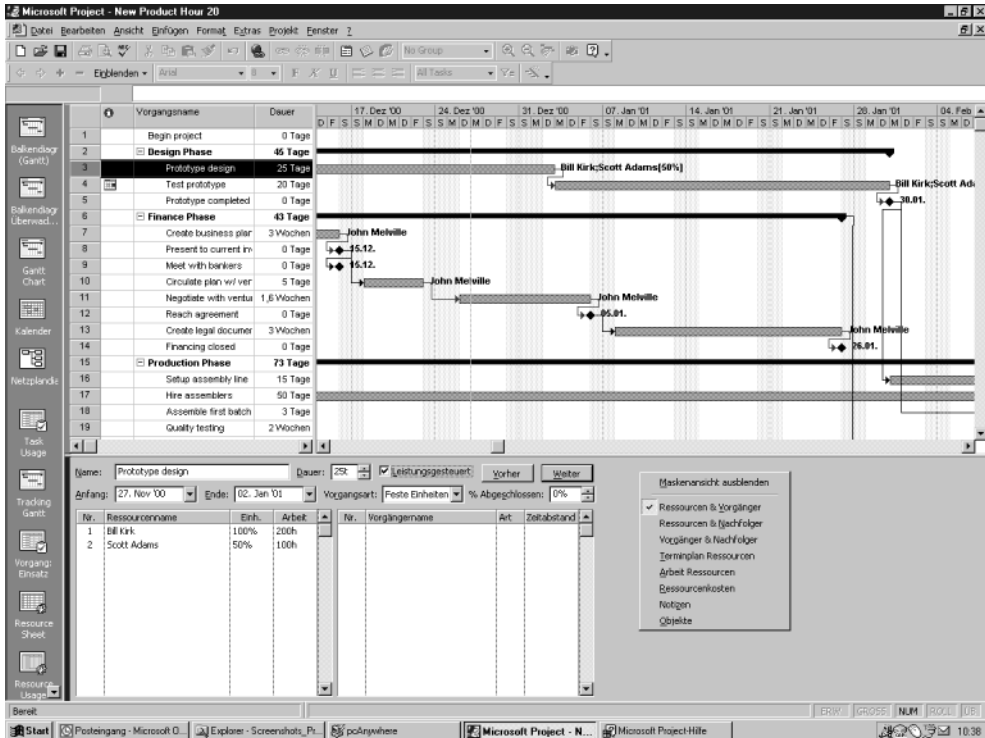

Abbildung 13.3:
4. Wählen Sie im Kurzmenü RESSOURCEN&VORGÄNGER. Sie können auch RESSOURCEN&NACHFOLGER oder Arbeit-Ressourcen wählen (siehe Abbildung 13.3). Diese drei Möglichkeiten enthalten alle das ZURDNUNGSEINHEITEN-Feld mit den Namen und der Arbeit. Für die Überstundenzuordnung werden Sie etwas später mit Arbeit-Ressourcen arbeiten.